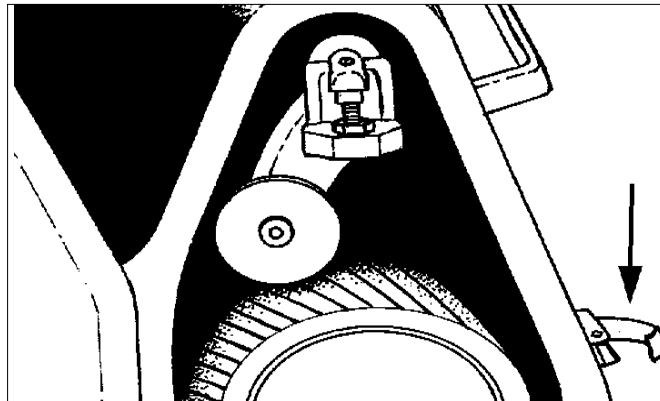

Figure 12
7. Installez une nouvelle courroie abrasive en la faisant glisser sur le rouleau de tension et le tambour. (voir Figure 12)